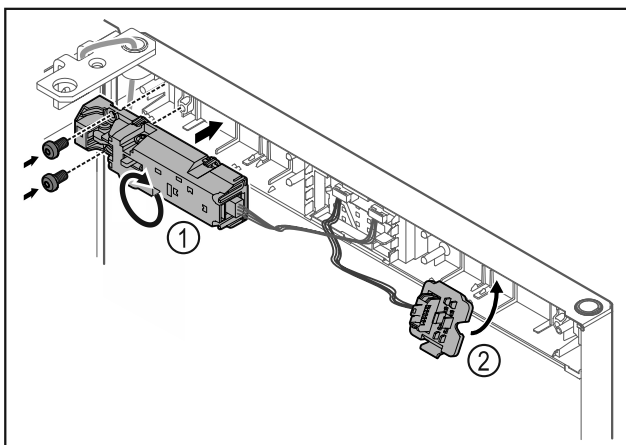

Fig. 21
- ▶ Rotiți încuietoarea de la distanță Fig. 21 (1) cu 180° și fixați-o pe partea opusă.
- ▶ Fixați în poziție suportul fișei Fig. 21 (2) pe partea opusă.